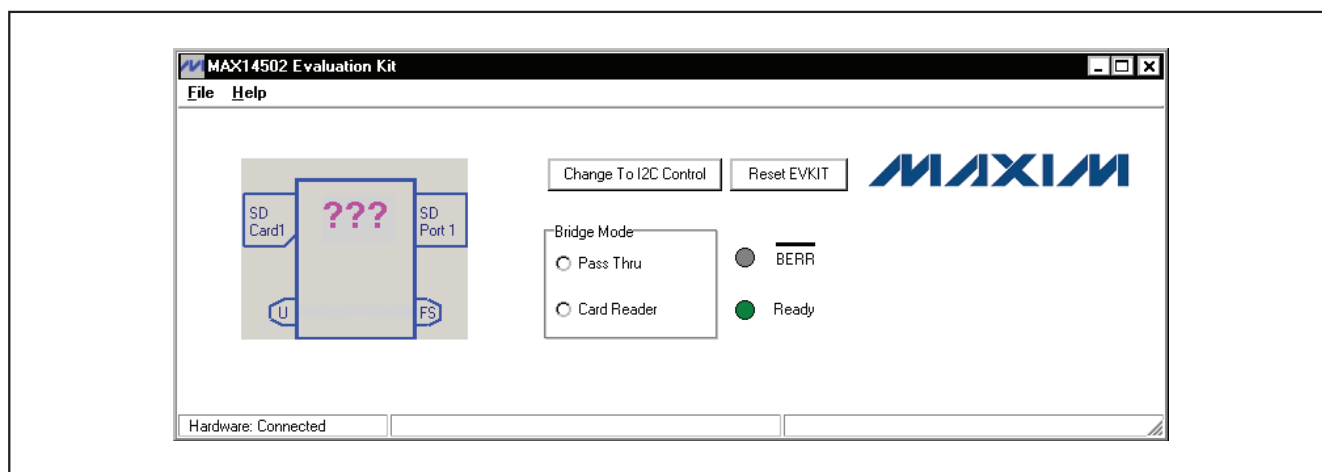

図1. MAX14502のソフトウェアのメインウィンドウ(簡易制御モード)
- 12) 図1に示すようなEVキットソフトウェアのメインウィンドウが現れます。**Hardware: Connected**がソフトウェアのメインウィンドウ下部のステータスバーに表示されることを確認します。